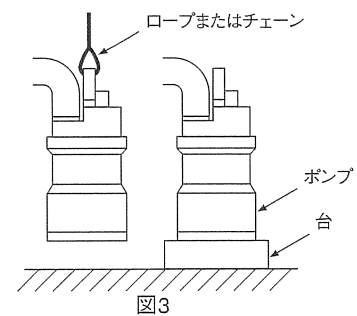

図3
- (1) 運転ならびに据付時はケーブルを絶対に引っ張らないでください。取手または取手にロープを取り付けて行ってください。
- (2) ポンプはなるべく立位置でご使用ください。土砂の流入が多い場合や、ストレーナが埋没するような土砂の場合は、ポンプを強固なロープまたは、チェーンで吊るすか台の上にポンプを置いてください。(図3)
- (3) 土砂の多い場所で連続湯水運転を行いますと、ポンプが短期間に摩耗することがあります。水の集まりやすい場所を選んでお使いください。
- (4) 配管および据付時にポンプを壁などにぶついたり落とさないようにしてください。
- (5) 配管末端は水中に入れないでください。ポンプを停止したとき逆流します。
- (6) ケーブルは車のタイヤ等で踏まないように設置してください。
- (7) 排水槽はコンクリートのカス、紙、布、ビニール等が残らないように十分清掃してください。
- (8) 吐出し用配管はポンプ径と同径のものを使用してください。ポンプ口径より小さい配管を使用しますと配管による損失水頭が増大し吐出量が減少します。またポンプ口径より大きい配管を使用しますと配管内に土砂などが溜まり、土砂詰まりの原因となりますのでご注意ください。